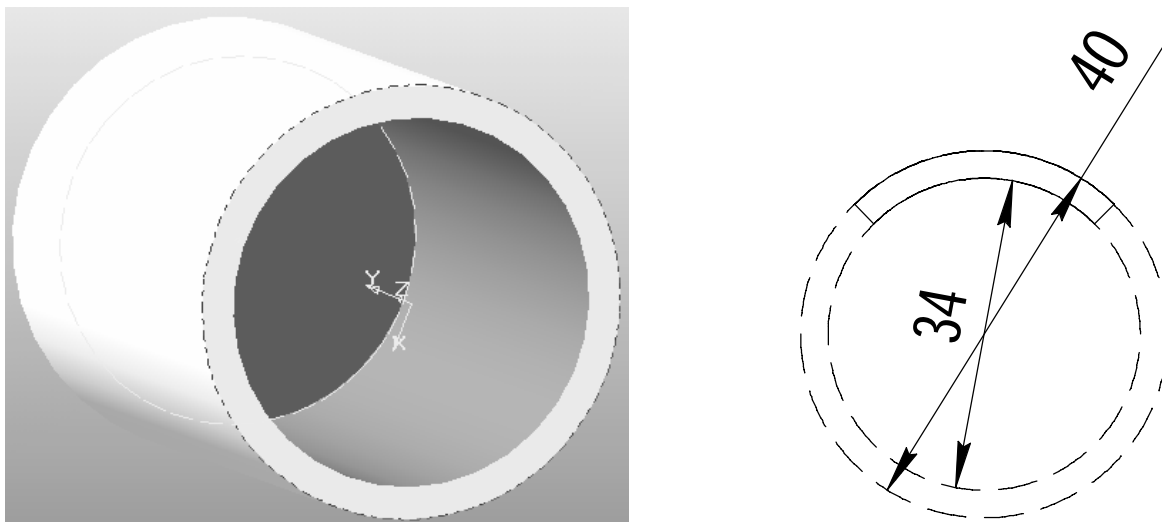

Рис. 29. Построение вспомогательных прямых
- 3.16. Спроецируйте внешнюю окружность на плоскость эскиза главное меню «Операции» → «Спроецировать объект» и подведите к внешней окружности (рис. 29. **пунктир**). Выполните построение вспомогательных прямых: горизонтальной